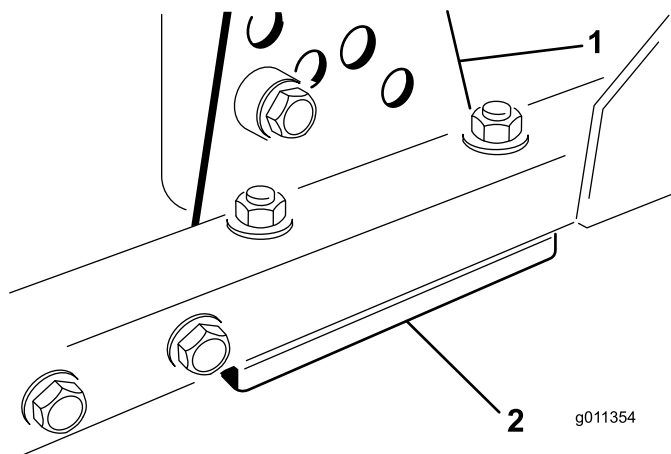

Figura 74
1. Retire el soporte de altura de corte (delantero, izquierdo o derecho) del bastidor de la carcasa (Figura 74).
2. Coloque suplementos de 1,5 mm y/o 0,7 mm entre el bastidor de la carcasa y el soporte hasta lograr el ajuste de altura deseado (Figura 74).